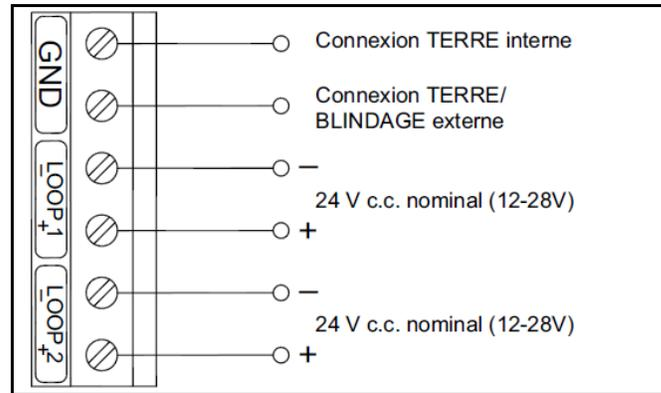

Figure 10: Raccordements électriques - Deux boucles de courant
Pour câbler le MMR31, reportez-vous à la *Figure 10* ci-dessous et procédez comme suit :
5. Raccordez les câbles aux bornes du MMR31 comme illustré à la *Figure 10* ci-dessous.